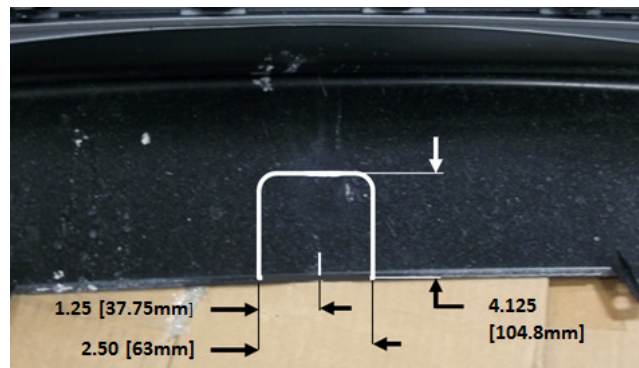

Figura 3
9. **Recorte de la fascia:** Utilizando el centro de la fascia marcada en el paso 1. 2.50 x 4.125 de la marca central. Usar el taladro para crear radio. Ver la Figura 3.
9. Recorte de la fascia: Utilizando el centro de la fascia marcada en el paso 1. 2.50 x 4.125 de la marca central. Usar el taladro para crear radio. Ver la Figura 3 abajo.